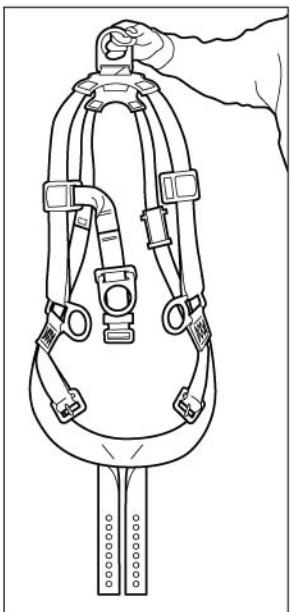

图7
7.1.1 拿住背部D形环提起安全带,展平扭曲的带子。(见图7)